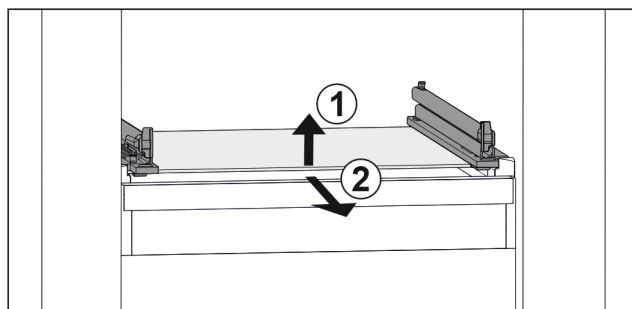

Fig. 30 Příklad znázornění skleněné desky
- ▶ Nadzvedněte skleněnou desku vpředu. Fig. 30 (1)
- ▶ Vyjměte skleněnou desku dopředu. Fig. 30 (2)